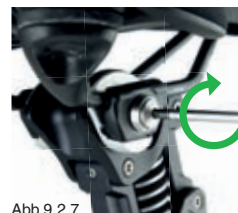

Abb.9.2.7
2. Wenn Sie Ihre Sattelposition bestimmt haben, ziehen Sie die Sattelklemmschrauben mit einem Drehmomentenschlüssel in Kombination mit einem Torx T25 mit einem Drehmoment von 12 - 14 Nm fest an (Abb. 9.2.7). Die Einhaltung dieses Wertes ist sicherheitsrelevant! Das korrekte Anzugmoment ist auf beiden Sattelklemmen der Stütze (Abb. 9.2.6) aufgedruckt.